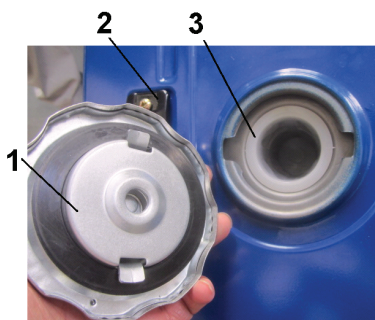

Рис. 2. Топливный бак
7.2.2. Открыть крышку топливного бака (1) (рис. 2).
7.2.3. Заправить бак топливом, при этом топливо заливать через фильтр(3) , встроенный в горловину бака (рис. 2). При заправке необходимо оставить некоторое пространство в баке для расширения топлива.